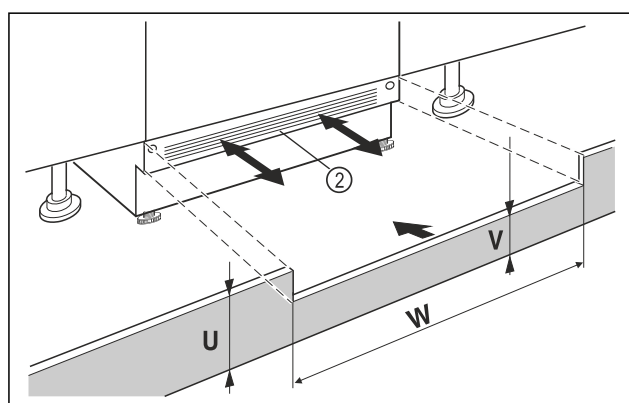

Fig. 39 Ilustrační zobrazení
- Nasadte krycí lištu spotřebiče Fig. 39 (2) ale ještě nepřipevňujte.
- U viditelné krycí lišty Fig. 39 (2) tuto lištu vytáhněte dopředu natolik, až jsou přední hrana větrací mřížky a nábytkové krycí lišty zarovnané.
- Při zakryté krycí liště Fig. 39 (2) tuto lištu zasuňte úplně dozadu.
- Dbejte a zcela volné větrací štěrby: V případě potřeby přirůzněte krycí lištu nábytku Fig. 39 (U) na potřebnou výšku!
- Podél šířky výklenku Fig. 39 (W) přizpůsobte výšku můstku Fig. 39 (V) pod krycí lištu spotřebiče Fig. 39 (2).